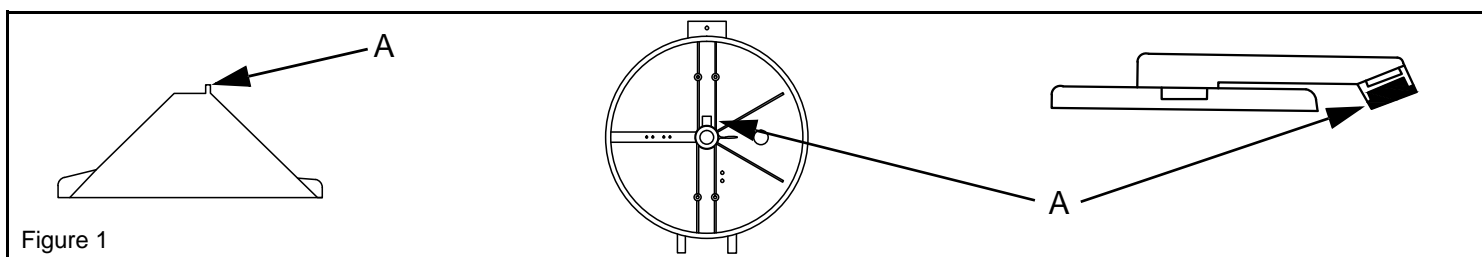

Figure 1
Screw the luminaire mount onto previously install conduit, a minimum of 3 threads must be engaged between the conduit and luminaire mount. Tighten the conduit locking screw (A) to 30 inch pounds (figure.1).
Visser la monture pour luminaire sur un conduit déjà installé. Au moins 3 filets doivent être en prise entre le conduit et le montage. Serrer la vis de blocage du conduit (A) à 30 po-lb (figure 1).